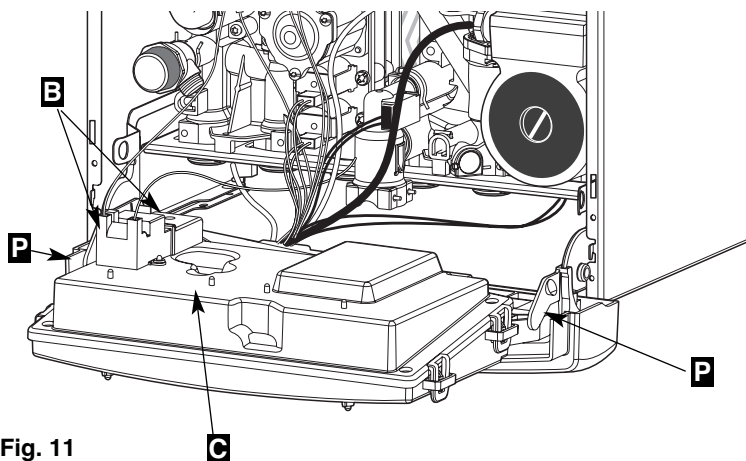

Fig. 11
- dévisser les vis **B** et retirer le couvercle **C** (fig. 11)